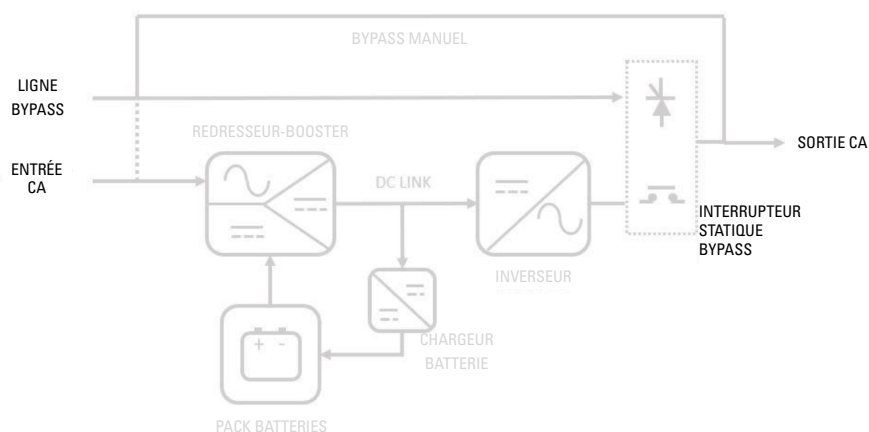

Fig. 13. Schéma fonctionnel de l'onduleur arrêté, sans flux d'énergie, sans encore alimenter les charges (généralement au démarrage initial).
1. Lors d'un premier démarrage, normalement l'ASI ne fournira aucune tension (voir *Fig. 13*). Cette situation peut également être atteinte après un arrêt d'urgence (EPO), un arrêt total de l'ASI, puis une remise sous tension de l'ASI avec l'arrêt d'urgence désactivé.